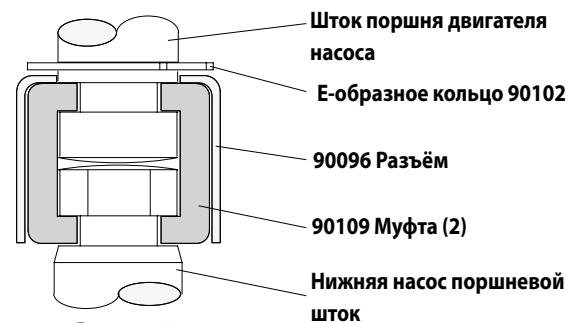

Рисунок 2
4. Используя щипцы для колец е-типа, сдвиньте е-образное кольцо достаточно высоко вверх, чтобы можно было переместить муфту вверх и освободить два разъёма (см. рис. 2).